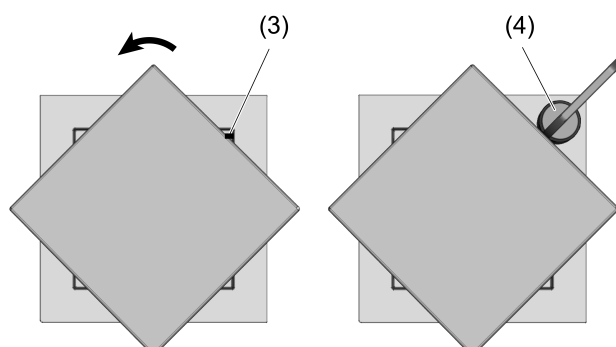

Figure 2: Démontage de l'applique lumineuse (avec blocage)
- Tourner l'applique lumineuse de 45° pour que le marquage (3) soit visible (Figure 2).
- Placer l'aimant (4) sur la plaque centrale à la hauteur du marquage (3) jusqu'à l'émission d'un clic.